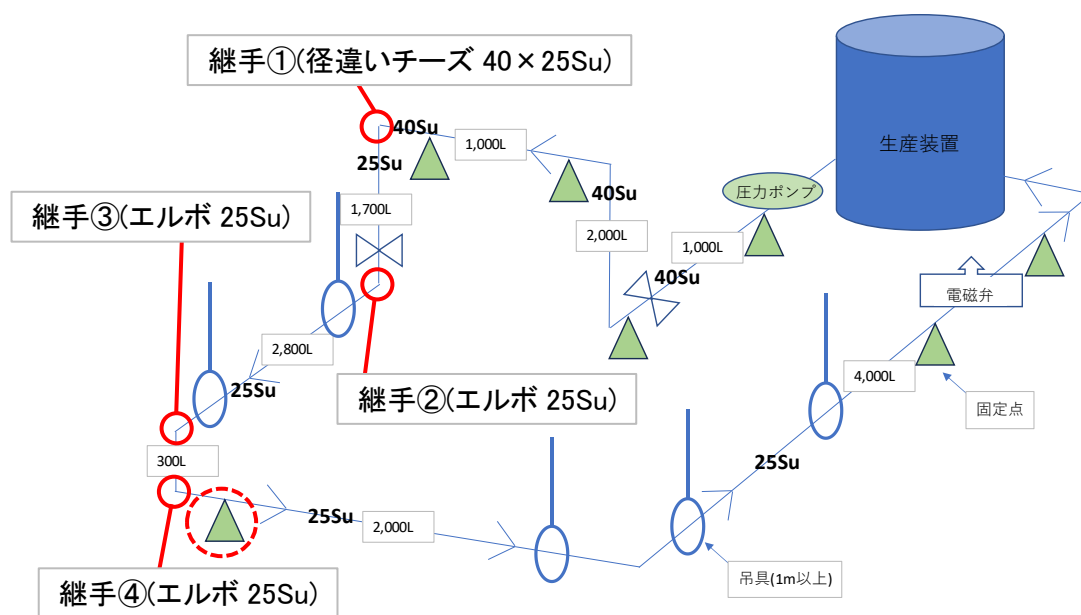

図 4-18 ウォーターハンマー試験Ⅱ 概略図
(1) 試験方法
ウォーターハンマーによる振動を想定し、電磁弁を使用して強制的にウォーターハンマーを発生させ、配管経路に設置された継手の袋ナットの緩みを確認する。図 4-18 の通り、ウォーターハンマー試験Ⅰの試験配管に固定点を追加し(図 4-18 の赤点線部)、継手①、②、③、④(図 4-18 赤丸部)について評価を行う。